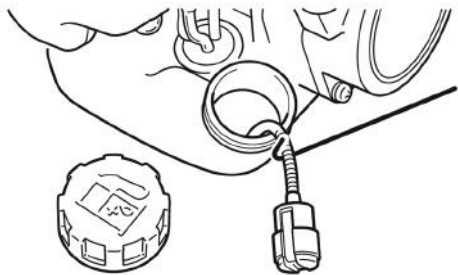

Рис. 14 Обслуживание топливного фильтра
- Зацепите крючком топливный шланг с фильтром и вытяните через заливную горловину (Рис. 14).